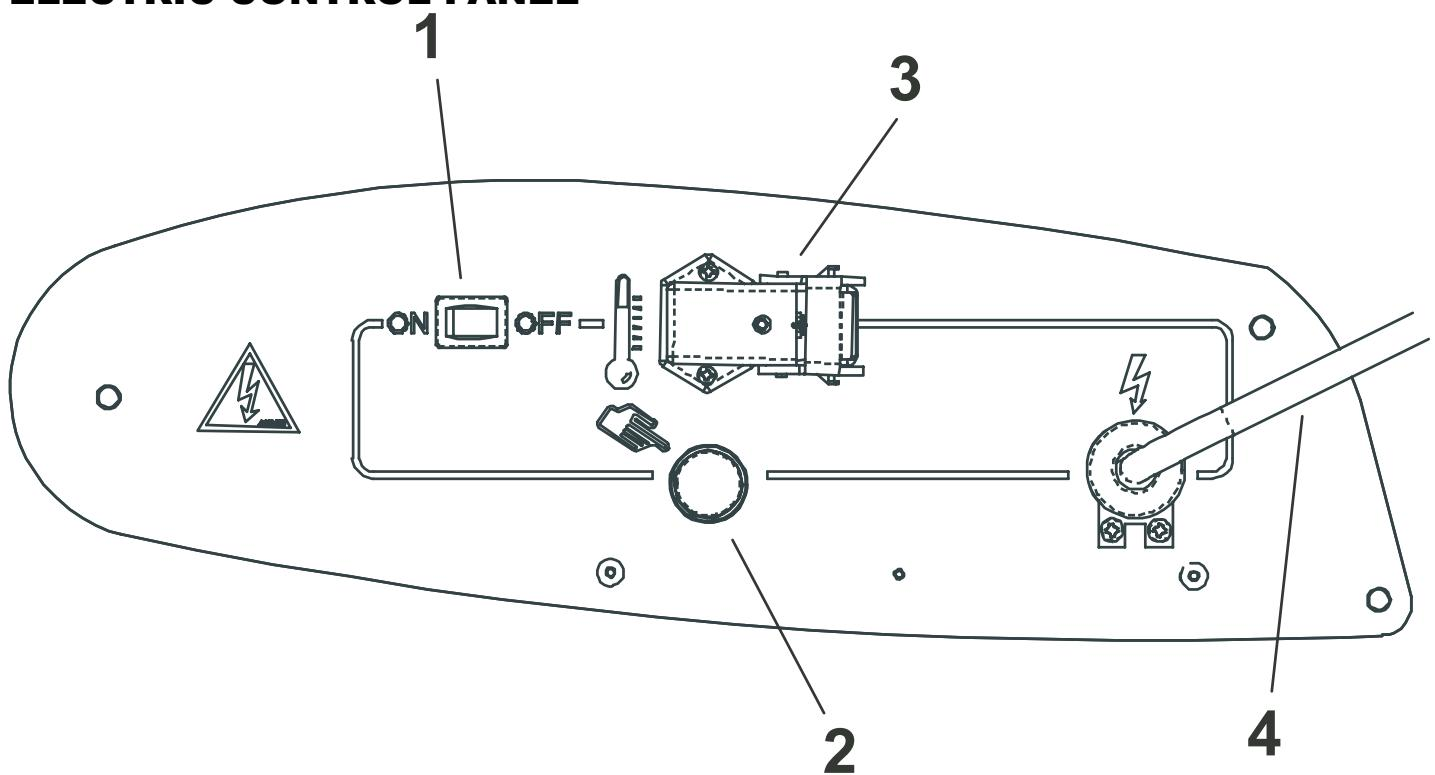

fig. 2
- pastatykite jungiklį 1 (fig. 2) į simboliu ON pažymėtą padėtį: išjungs ventiliatorius o po keliu sekundžių prasidės degimas. Paleidžiant pirmą kartą ir visiškai ištuštinus dyzelino sistemą, dyzelino tekėjimas į purkštuką gali vėluoti ir išjungs liepsnos kontrolės aparatūros signalizacija, kuri išjungs šildytuvą 2 (fig. 2), tuo atveju, palaukę 1 min., paspauskite rankinio i Jungimo mygtuką 1 pakartotinai i Jungdami įrenginį. Kai negalima paleisti įrenginio:
2. Paspauskite rankinio i Jungimo mygtuką 2 (fig. 2);
Norédami nutraukti įrenginio veikimą pastatykite 1 (fig. 2) jungiklį į "OFF" padėtį. Liepsna užges, o ventiliatorius dar suksis kol degimo kamera visiškai atauš.
Šildytuve árengta elektroninė liepsnos kontrolės aparatūra. Aptikus vienf ar daugiau veikimo sutrikimų, aparatūra blokuoja įrenginį ir užsišviečia rankinio ájungimo mygtuko indikatorius 2 (fig. 2).